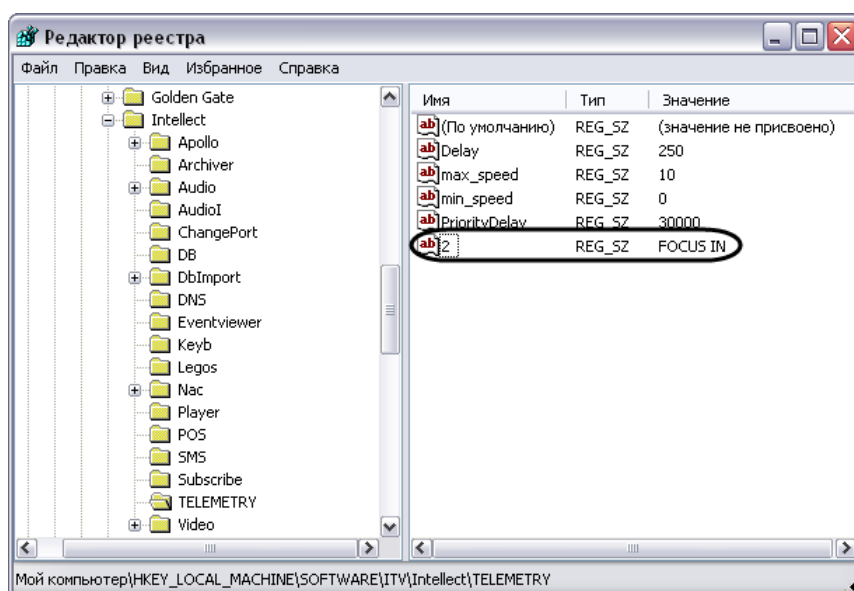

Рис. 3.4—17 Пример редактирования реестра ОС Windows для присваивания клавишам джойстика команд
3. Присвоить строковому параметру название, идентичное номеру настраиваемой клавиши манипулятора «джойстик» в ОС Windows (Рис. 3.4—17).